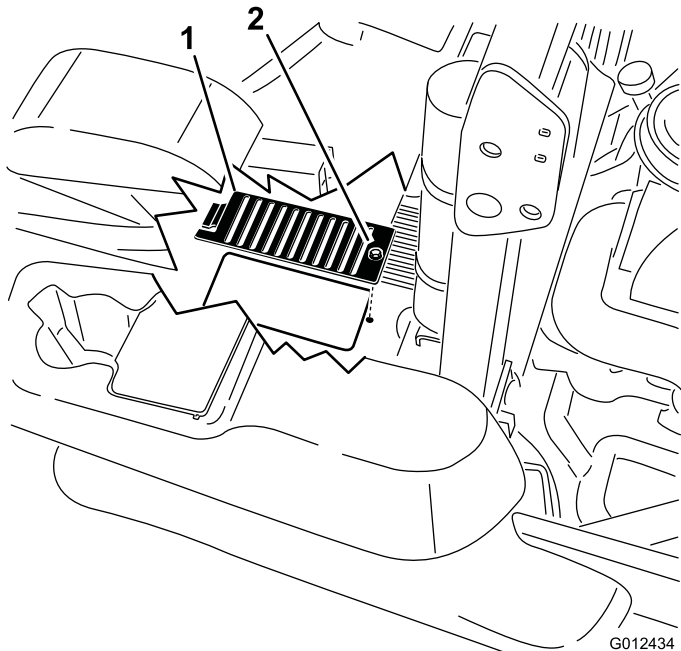

**Bild 76**
5. Entfernen Sie Schmutz- und Grasmrückstände von den Hauben der Hydraulikanlage (Bild 76).